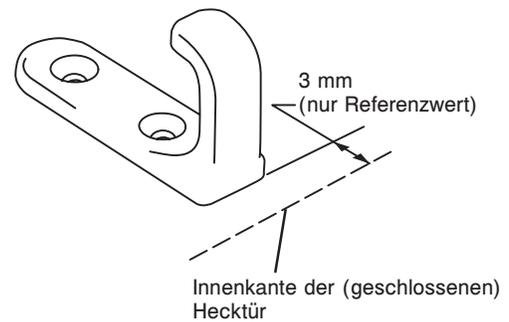
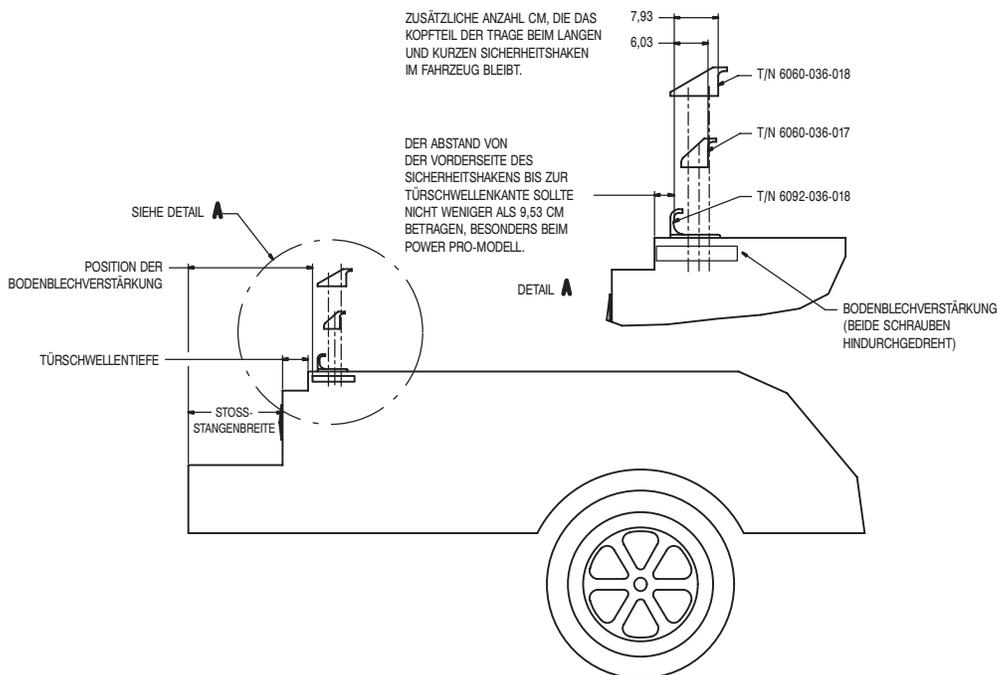

Abbildung 5a – Platzierung des Sicherheitshakens
Abbildung 5b – Platzierung des Sicherheitshakens
3. Den zur Fahrzeugfront hin gerichteten Sicherheitshaken gegenüber dem Sicherheitsbügel der Trage zentrieren (Abb. 5a). Beste Ergebnisse werden erzielt, wenn sich die Vorderseite des Sicherheitshakens, in den sich der Sicherheitsbügel einklinkt, mindestens 9,53 cm von der Vorderkante der Türschwelle befindet (Abb. 5b).